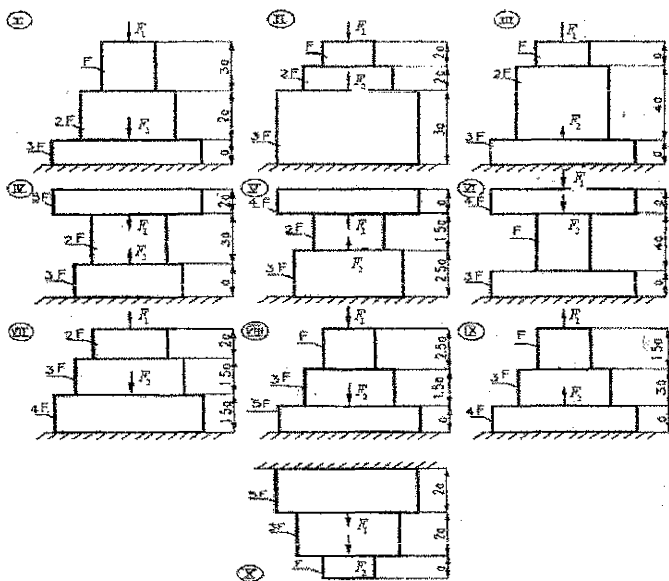

Рисунок 1 – Схемы брусьев
**Задача 1.** Трехступенчатый брус жестко закрепленный одним концом, нагружен сосредоточенными силами  $F_1$ ,  $F_2$  и собственным весом (рис.1). Требуется: 1) написать аналитические выражения нормальных сил ( $N$ ), нормальных напряжений ( $\sigma$ ) и абсолютных удлинений ( $\Delta l$ ) для каждого силового участка; 2) определить значения  $N$  и  $\sigma$  для характерных сечений и  $\Delta l$  для силовых участков; 3) определить перемещения границ силовых участков ( $\delta$ ); 4) построить эпюры  $N$ ,  $\sigma$ ,  $\delta$ . Данные взять из табл.2. Принять  $E = 10^{10}$  Па.